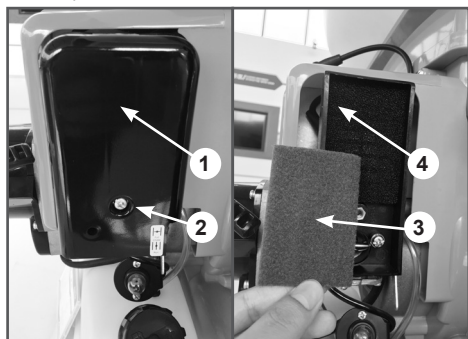

Рис. 23 Обслуживание воздушного фильтра
Загрязнение воздушного фильтра может препятствовать поступлению воздуха для образования воздушно-топливной смеси. Для предотвращения неисправностей двигателя надо осуществлять регулярное обслуживание воздушного фильтра (Рис. 23). При работе в условиях повышенной запыленности воздушный фильтр необходимо обслуживать чаще.
1. Открутите винт крепления 2 крышки воздушного фильтра 1 и снимите крышку воздушного фильтра (Рис. 23).
2. Извлеките предварительный поролоновый 4 и основной фетровый 3 фильтрующие элементы из корпуса (Рис.23) и проверьте их состояние.